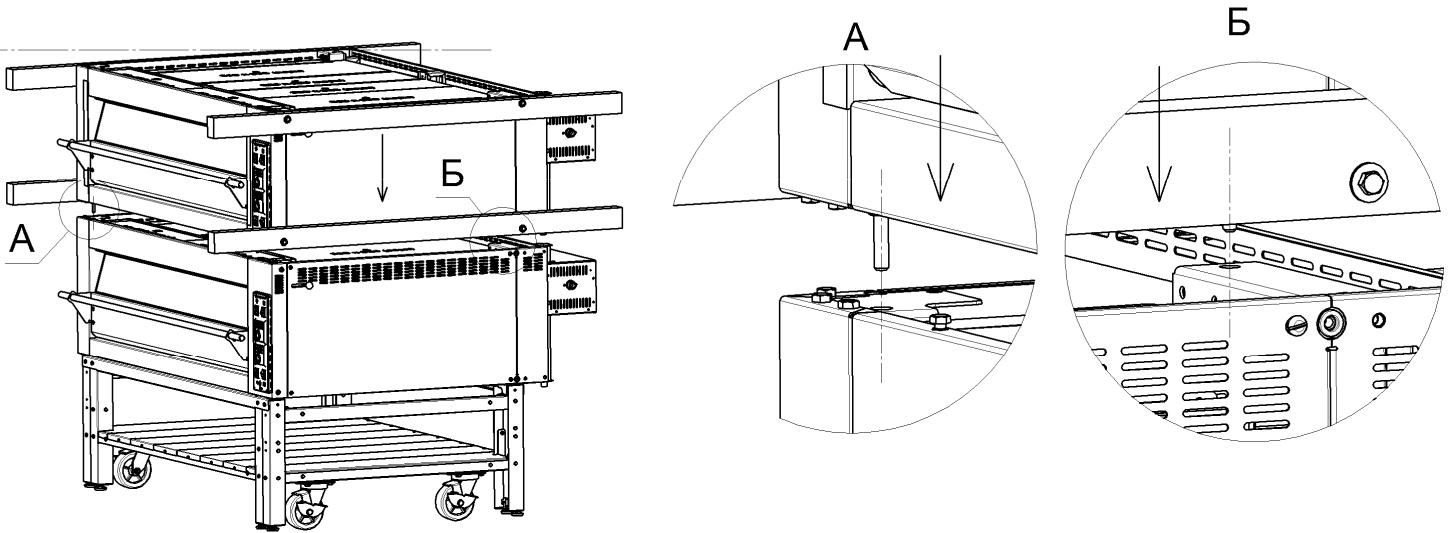

Рис.10
2. Поднять печь ППЭ 1240п (без крышки) за брусья и установить, в качестве средней секции, на нижнюю секцию печи так, что бы концы 4-х шпилек М8 на углах печи попали в отверстия на нижней секции, как показано на рис.10, затем отвернуть болты М8 (ключ на «13»), крепящие брусья к печи, и снять брусья с печи: